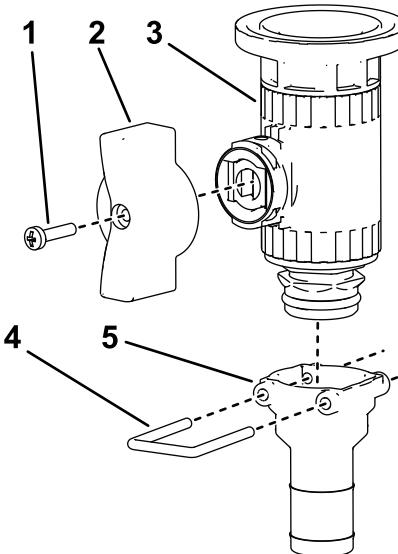

図 39
1. ウイングハンドルとストレート継手をフランジ付きコントロールバルブに組み付ける(図 39)。
2. 図 39に示すように、リテーナを使ってストレート継手をフランジ付きコントロールバルブに取り付ける。